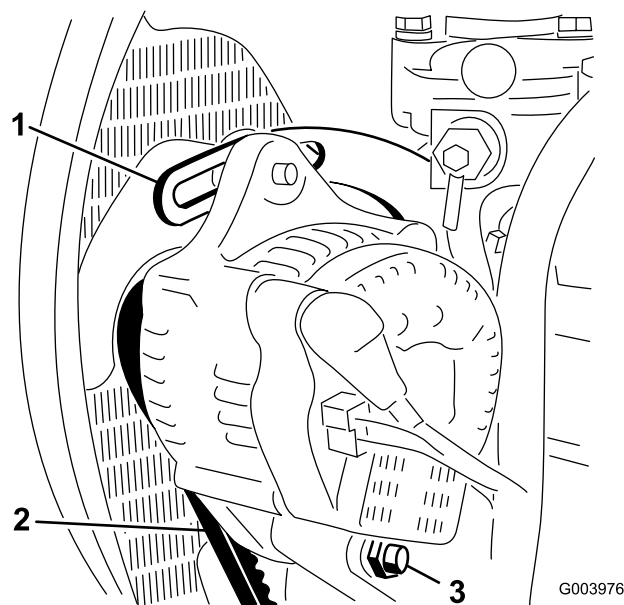

図 75
2. オルタネータ側プーリとクランクシャフト側プーリ間の中央部(図 75)でベルトを指で10 kg程度の力で押して点検する。
3. ブレースをエンジンに固定しているボルト(図 75)と、オルタネータをブレースとピボットボルトに固定しているボルトをゆるめる。